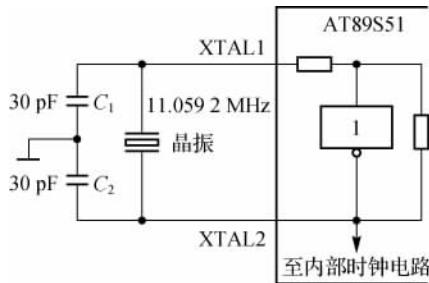

图 1-3 AT89S51 的内部时钟方式电路
(1) 内部时钟方式。AT89S51 内部有一个用于构成振荡器的高增益反相放大器,输入端为芯片引脚 XTAL1,输出端为引脚 XTAL2。这两个引脚跨接石英晶体振荡器和微调电容,构成一个稳定的自激振荡器,AT89S51 内部时钟方式的电路如图 1-3 所示。